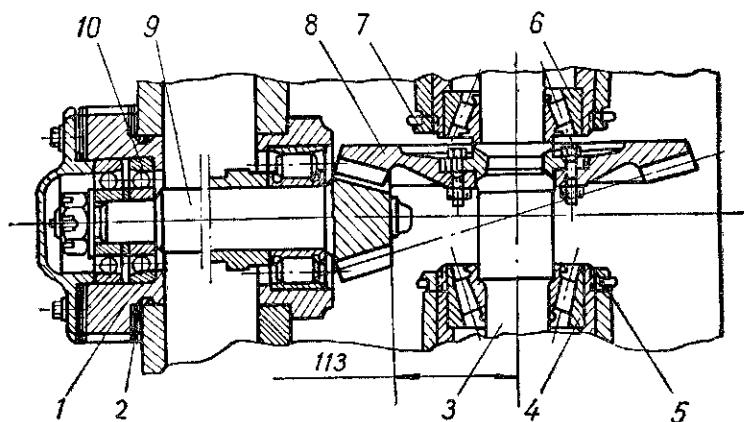

Рис. 38. Схема регулировки конической передачи:
Во время эксплуатации трактора расстояние между наружным обработанным торцом вторичного вала 9 (рис. 38) и осью вала 3 заднего моста 113 мм, установленное на заводе при регулировке, должно сохраняться неизменным для определенной пары конических шестерен.
Зазоры в конических роликоподшипниках 4 и 6 (рис. 38) вала 3 заднего моста и зацепление шестерен регулируется одновременно; для этого необходимо:
Передвижение ведущей конической шестерни 9 (рис. 38) достигается путем изменения количества прокладок 2 под фланцем стакана 1 подшипников. Перемещение ведомой конической шестерни 8 производится при помощи гаек 5 и 7.
1) установить ориентировочно размер 113 мм между торцом малой конической шестерни 9 и осью вала 3 (рис. 38) заднего моста; этот размер устанавливают путем изменения числа регулируемых прокладок 2 под фланцем стакана подшипников 10 вторичного вала;